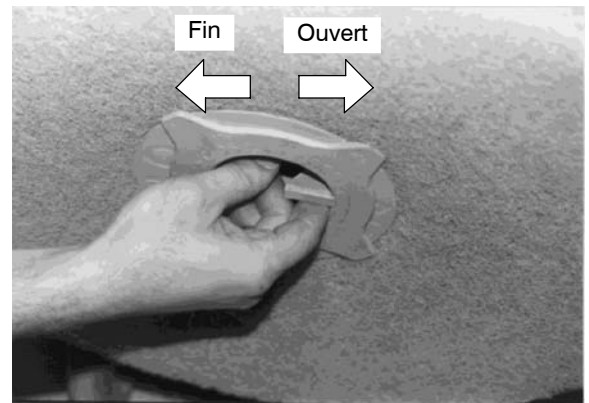

FIG. 20
1. Enlevez le patin. Nettoyez-le et remontez-le ou installez un nouveau patin (Figure 20).